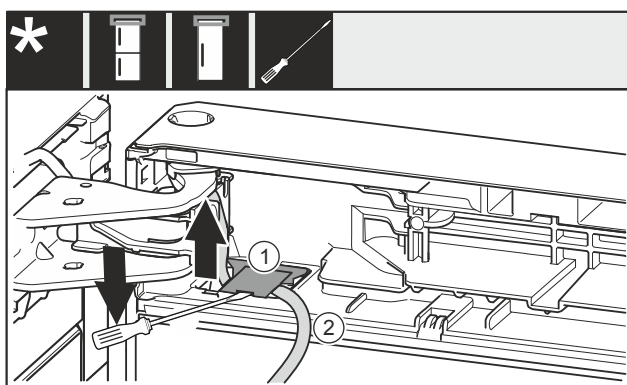

Fig. 24
- Odvijačem s ravnom glavom podignite poklopac Fig. 24 (1) i izvucite ga.
- Izvucite kabel Fig. 24 (2).